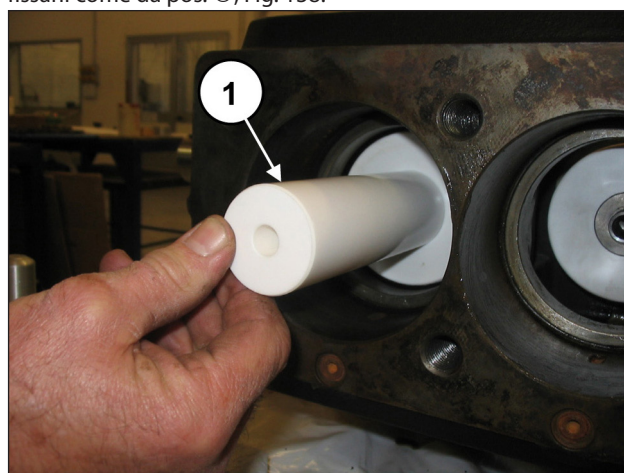
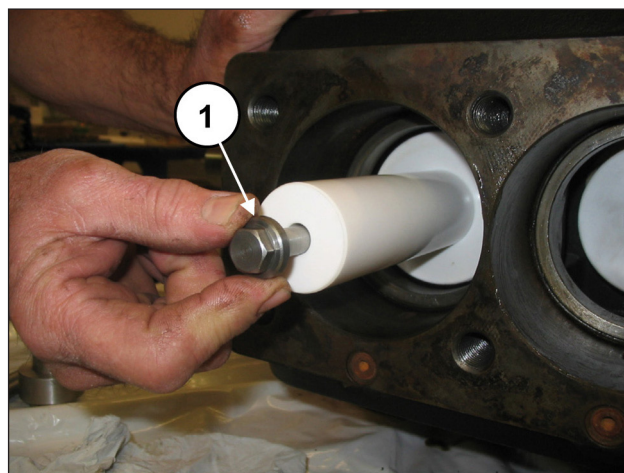

Fig. 137
Fig. 138
Montare i pistoni sulle rispettive guide (pos. ①, Fig. 137) e fissarli come da pos. ①, Fig. 138.